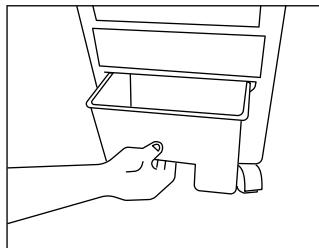

Fig. 5
2. Extraiga el depósito de agua. (Fig. 5)